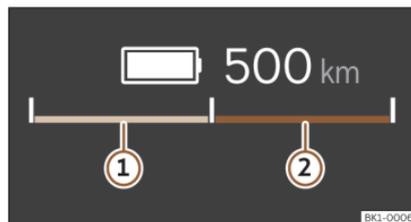

Fig. 4 En el cuadro de instrumentos digital: indicador de potencia (representación esquemática).
Mediante la barra dividida por la mitad, el indicador de potencia muestra permanentemente la disponibilidad de recuperación de la energía de frenado»» fig. 4 ① (verde) en el lado izquierdo y la disponibilidad de propulsión»» fig. 4 ② (azul) en el lado derecho.